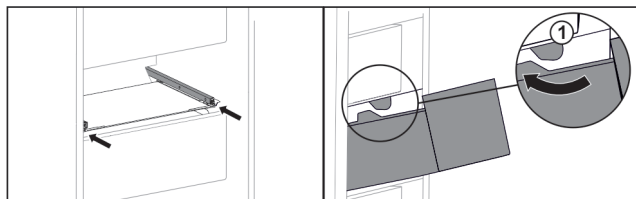

Fig. 149
- ▶ Før skuffen rundt stopperne Fig. 149 (1).